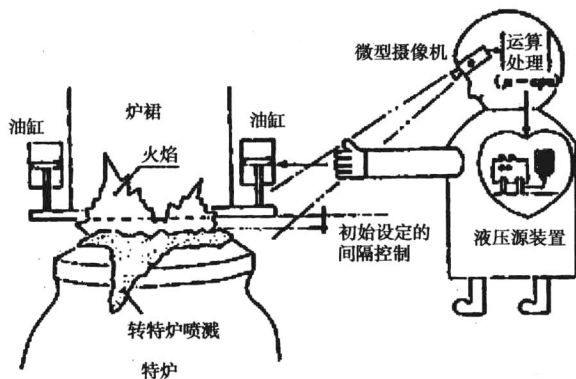

图 1-11 转炉炉裙位置控制
(9)用于航天、军工(图 1-11)。如卫星发射塔、飞机(起落架收放、操舵与安全门等)、雷达、炮塔、高炮瞄准、坦克火炮稳定液压系统等。
如图 1-11 中所示为摄像机监测炉裙位置,电脑(CPU)作出炉裙与炉口位置之间间隔的判断,并发出指令,由液压装置执行对炉裙位置的调整,达到自动控制炉裙正确位置的目的。